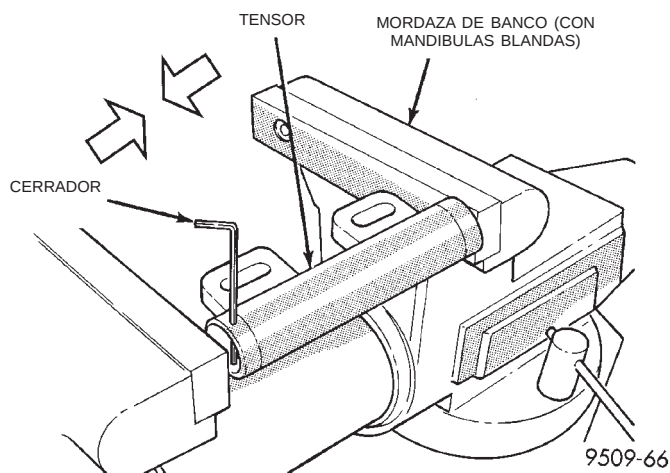

Fig. 66 Compresión del tensor de la correa de distribución
(1) Cuando se retira el tensor del motor, es necesario comprimir el émbolo hacia el interior del cuerpo del tensor.
(2) Coloque el tensor en una mordaza de mandíbulas blandas y lentamente comprima el émbolo (Fig. 66).